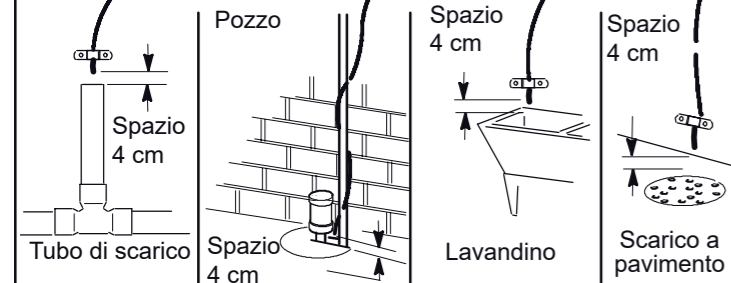

FIG. 9
**INSTALLARE UN PUNTO DI SCARICO A DISTANZA ED AIR GAP** Collegare il tubo di scarico ad un punto di scarico esistente. Uno scarico a pavimento, una vasca di lavanderia, una linea di scarico etc. sono i punti di uscita più adeguati. Vedere la Fig. 9.
3. Tirate il tubo verso il punto di scarico e assicuratevi di installarlo con un collare di serraggio (non fornito) Cfr Fig. 9. Lasciate uno spazio di 4 cm tra l'estremità del tubo e lo scarico. Cfr. Fig. 9.